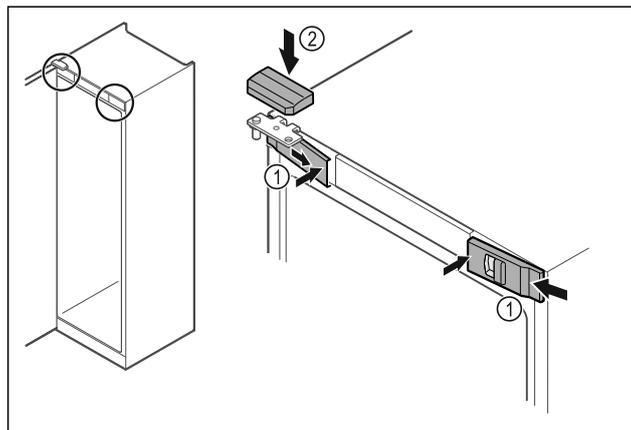

Fig. 37
- ▶ Accrocher les caches avant Fig. 37 (1) par les côtés et les enclencher en appuyant sur l'intérieur.
- ▶ Insérer le cache supérieur Fig. 37 (2) par le haut.